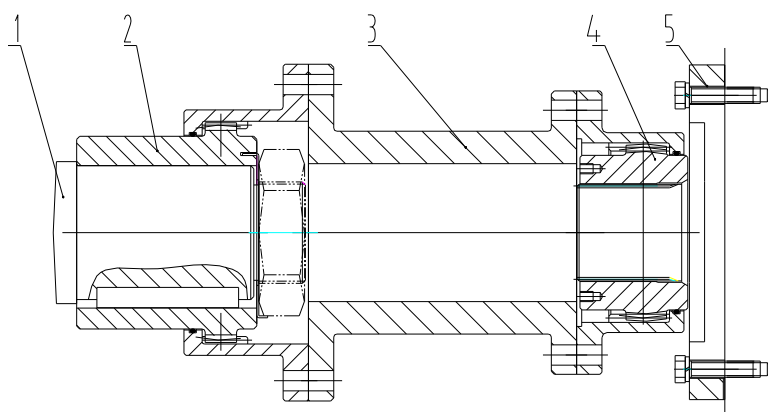

Рисунок 12-3. Муфта двигателя хода
Первый шаг в процессе регулировки – проверка зазора между двумя внешними зубчатыми втулками, зазор между двумя валами должен быть 50,5 мм (см. рисунок 12.3).
1. Снимите среднюю втулку между двумя зубчатыми втулками (см. рисунок 12.3).